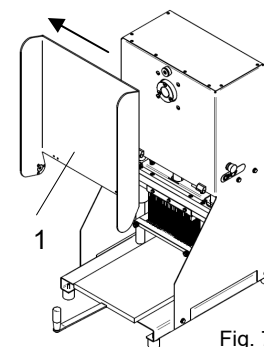

Fig. 7.2.1
7.3.1 Retrait du couvercle en plexiglas (Fig. 7.2.1)
7.3.1 - Retrait du couvercle en plexiglas (Fig. 7.2.1)